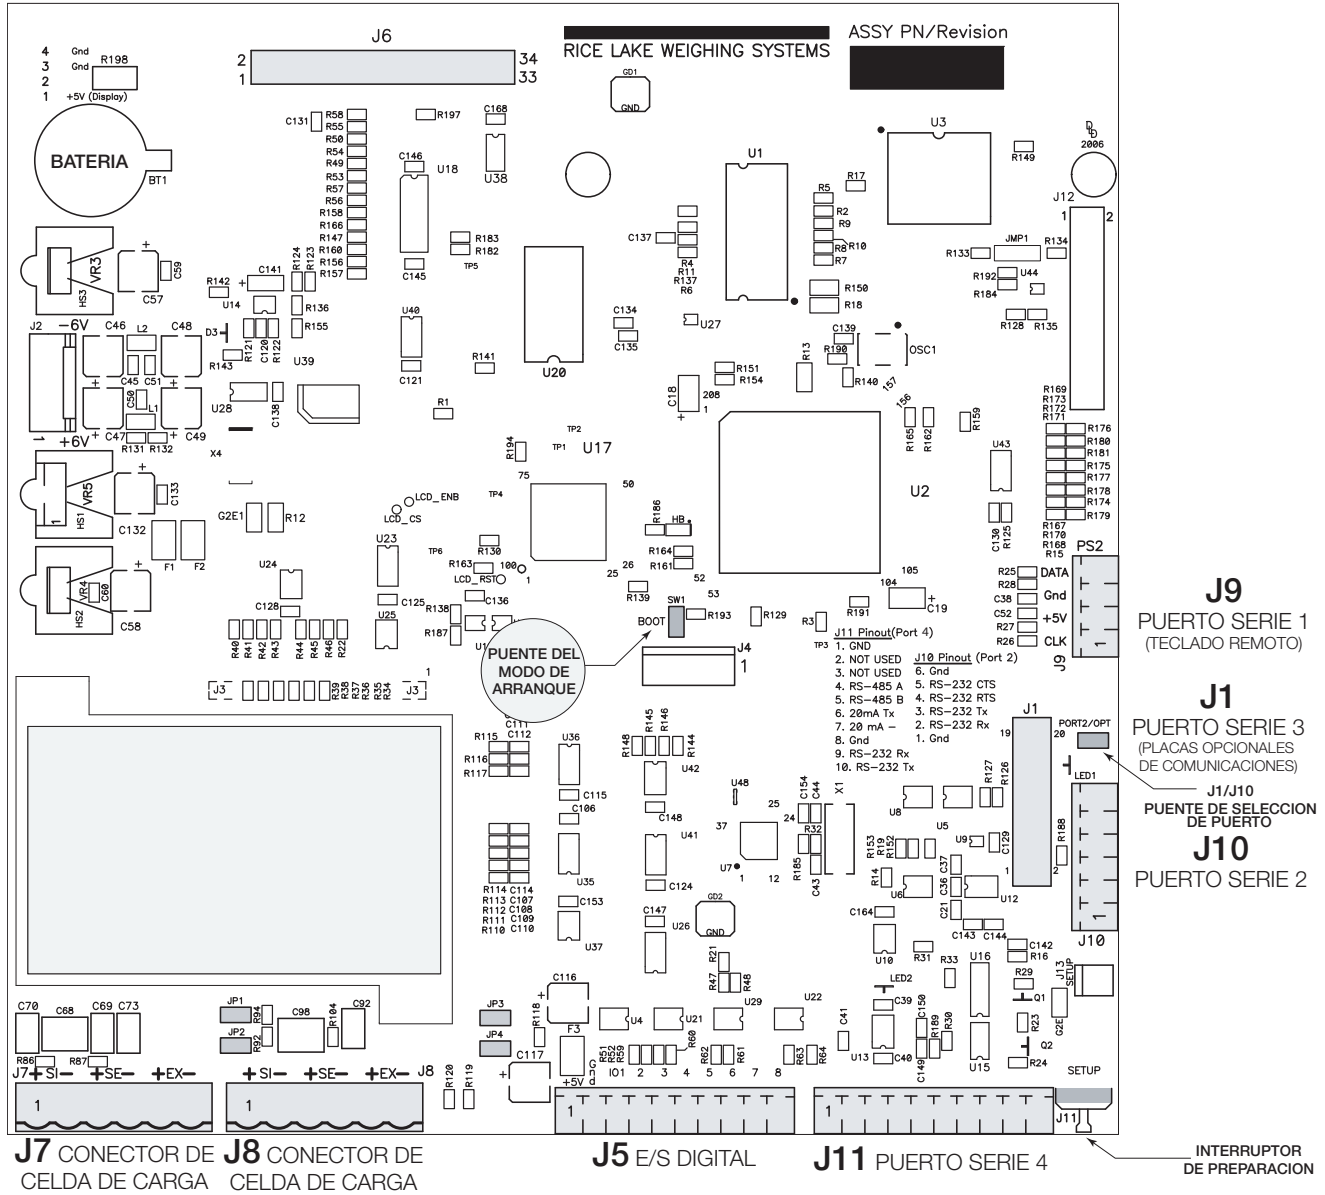

Figura 2-4. Tarjeta CPU de la 820i
NOTA: La instalación de tarjetas opcionales en el conector J1 requiere el remover el puente de selección de puerto J1/J10 (ver la Figura 2-4 en la página 10). El remover el puente deshabilita las comunicaciones RS-232 por el conector J10. Solo para la tarjeta de interfaz USB, se proporcionan las conexiones para RS-232 simultánea (configurado como el Puerto 3) y comunicaciones USB (Puerto 2) en la tarjeta de la interfaz USB.
2. Cuidadosamente alinear el conector grande de la tarjeta opcional con el conector J6 de la tarjeta CPU (ver la Figura 2-4 en la página 10) o J1. Presionar hacia abajo para asentar la tarjeta opcional en el conector de la tarjeta CPU.
La Tabla 2-4 enumera los números de las ranuras, los conectores de la tarjeta CPU, y las asignaciones de configuraciones hechas para las funciones a bordo y en las tarjetas de expansión en el 820i. Ver la Figura 2-4 para ubicaciones de los conectores.
Para la ubicación y orientación (lado positivo hacia arriba) de la batería de la tarjeta CPU, ver la Figura 2-4 en la página 10.